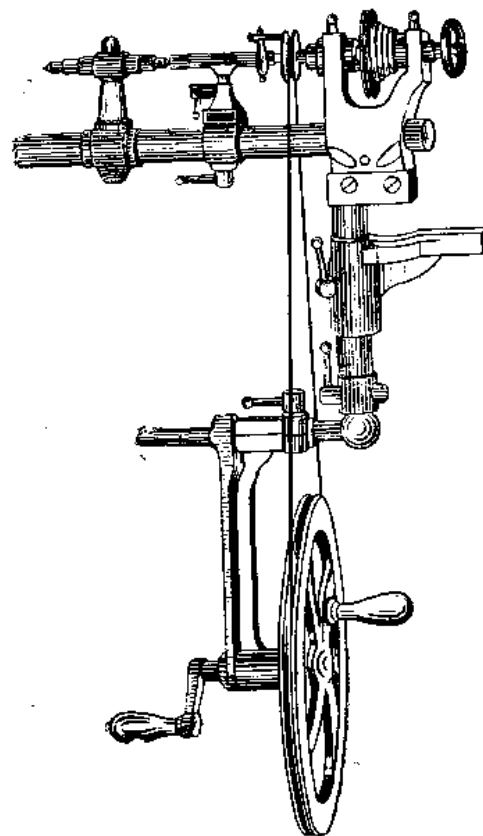

Рис. 46. Малый токарный станок с ручным приводом
3. Малый токарный станок с ручным приводом (рис. 46).